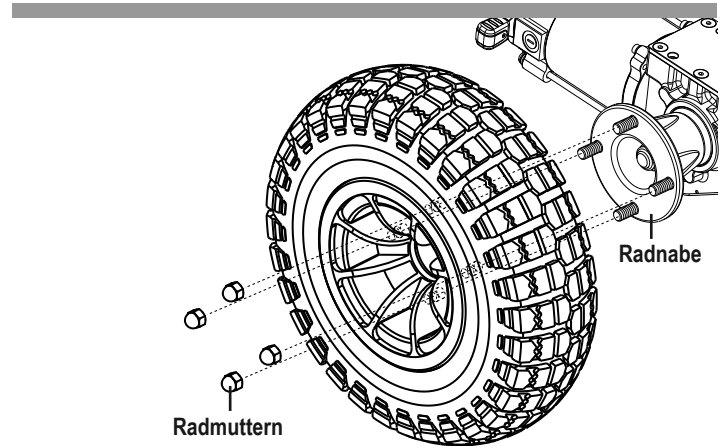

Bild 16. Antriebsrad
4. Entfernen Sie die vier (4) Radmuttern von der Radnabe. **Siehe Bild 16.**